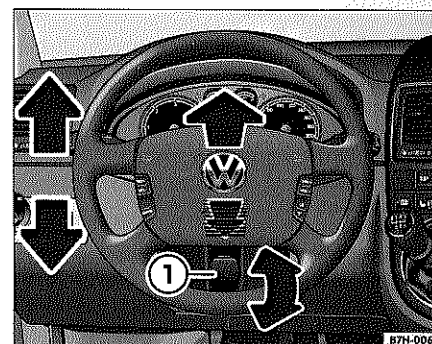

Fig. 55 Palanca para el ajuste manual del volante
- Tire hacia abajo de la palanca ⇒ fig. 55 ① situada debajo de la columna de dirección ⇒ ⚠.